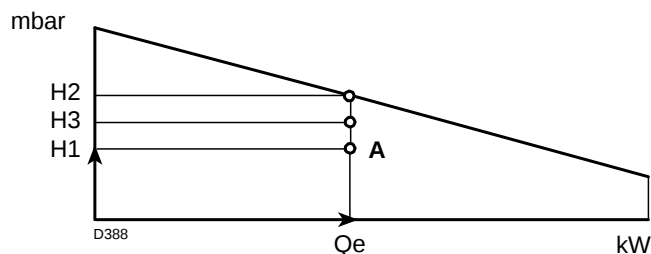

Abb. 3
Punkt A) (Abb. 3), der innerhalb des Regelbereichs bleiben muss
- Ist H₃ größer als H₁, wie auf Abb. 3, kann der Brenner den geforderten Durchsatz erzeugen.